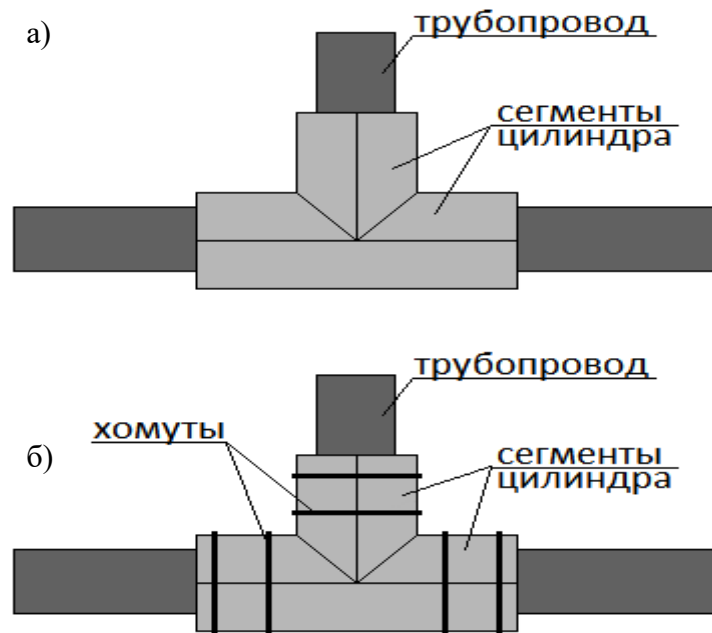

Рис. 3.
- нарезка цилиндров для осуществления их совместной врезки (рис. 3а);
- фиксация смонтированных цилиндров поперечными хомутами из проволоки или металлических стяжек (рис. 3б);